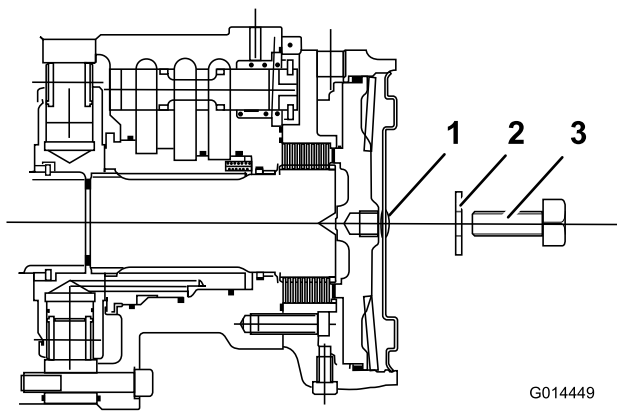

Bild 46
6. Machen Sie die linke Vorderradmotorscheibenbremse ausfindig und wiederholen Sie den obigen Vorgang (Bild 46).